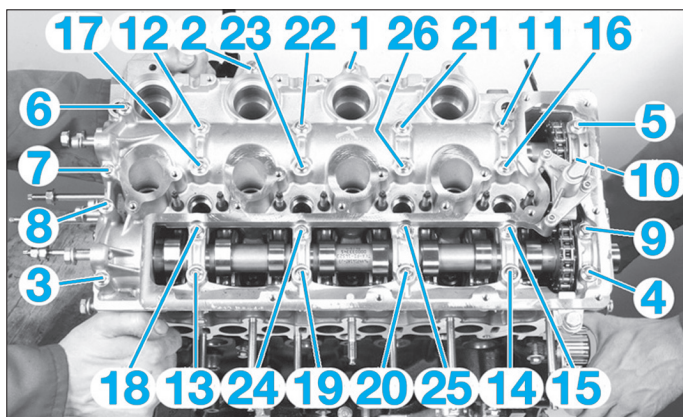

Fig. 55
- les vis de fixation du carter chapeau de palier d'arbre à cames dans l'ordre indiqué (Fig.55),